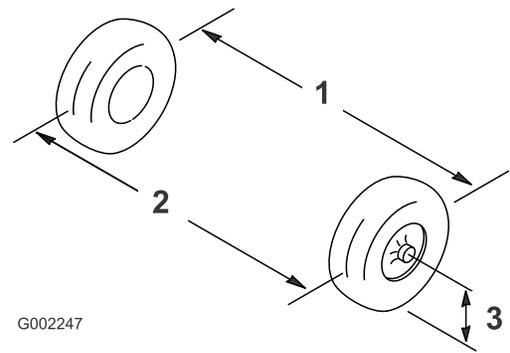

Figura 52
2. Misurate la distanza tra i pneumatici anteriori all'altezza dell'assale, davanti e dietro le ruote (**Figura 52**).